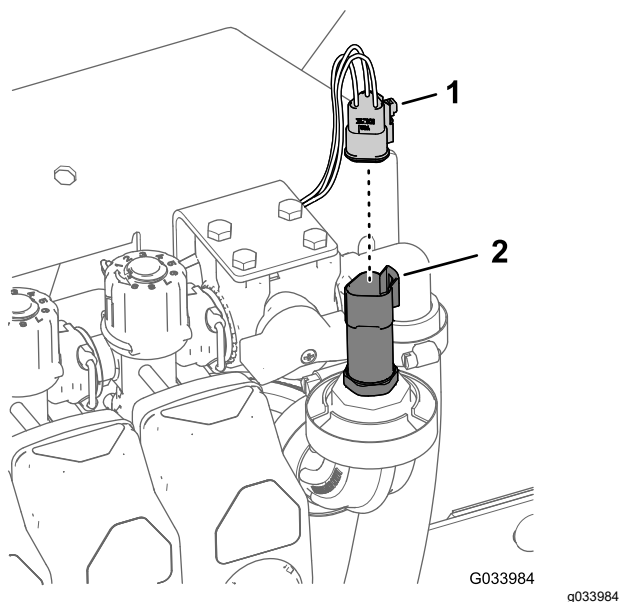

Figura 37
1. Desligue o conector de 3 pinos para o transdutor de pressão (Figura 37).